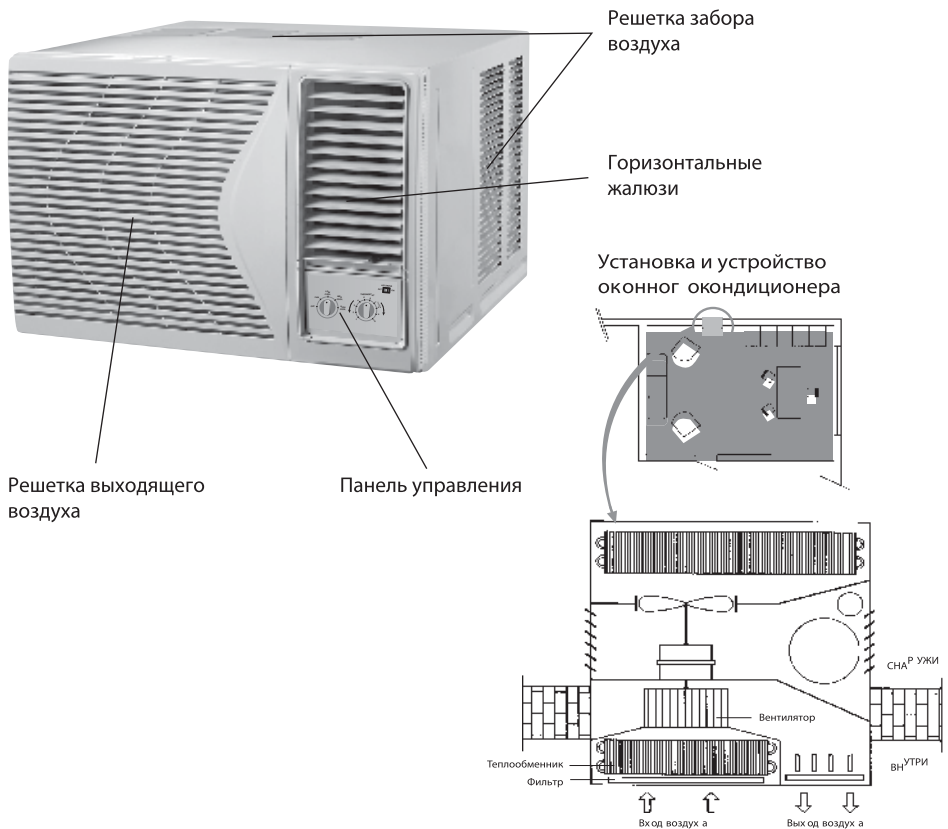

Рис.1
- Кондиционер представляет собой моноблок, с защитным кожухом, передней панелью с фильтром сеткой и панелью управления (рис. 1).